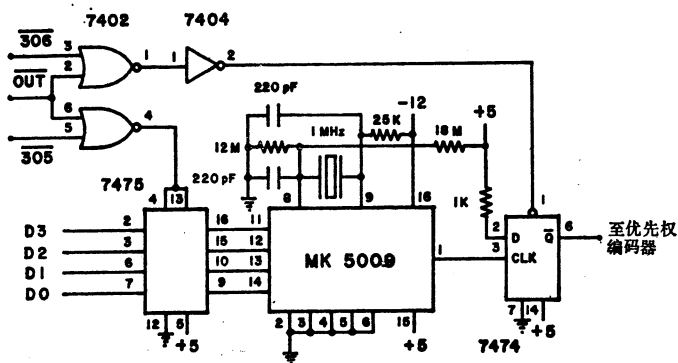

图 3-2 微型计算机可编程序实时时钟
我们用来做实时时钟接口的硬件框图, 如图 3-2 所示。读者可以从这个方框图看到, 我们使用了一个四位的输出端口 (OUT 305) 来为 MK 5009 存储一个适当的可程序数值。我们用 MK 5009 的 TIME OUT 输出端来给 D 触发器定时; D 触发器的输出(\overline{Q})驱动优先权编码器为基础的一个中断接口(该接口已经在前一章作了描述)。一旦 8080 为中断服务时, OUT 306 将会使该触发器清零。因为该硬件电路不会每隔 15 毫秒或 20 秒(参考表 3-1)中断 8080 微型计算机, 所以, 这个中断服务子程序必须以某种方式确定, 所要求的持续延时时间是否已经出现了。
在例 3-1 里，我们把读写存储器地址装入堆栈指示器和寄存器对 H 之后，把 027(十进制数 23) 保存在分配给符号地址“COUNT”和“TEMP”的存储器单元。这个数是外部设备被服务之前中断必定出现的次数。把 003(03) 装入 A 寄存器，这个数值输出给实时时钟的锁存器。003(03) 这个数(根据表 3-1) 给 MK 5009 编程序，以便工作于 1kHz (1 ms)。第二条 OUT 指令给触发器清零(如图 3-2 所示，这个触发器是由 MK 5009 的输出电平驱动的)；然后，8080 允许中断。接着 8080 执行“MAIN TASK”(主任务)。
为了给实时时钟编程序，必须把一个 12 位的计数输出给三个 SN 7475 锁存器。这三个锁存器连接到 SN 74193 计数器上。该操作完毕后，12 位的数就可以从这三个锁存器发送给 SN 74193 计数器。读者可以看到，最低有效位计数器的时钟输入端是由 MK 5009 的输出驱动的。因为这三个计数器连接成递减计数器，所以，用最高有效位计数器的借位输出为图 3-2 示出的 D 触发器定时，实际上引起 8080 微型计算机中断。